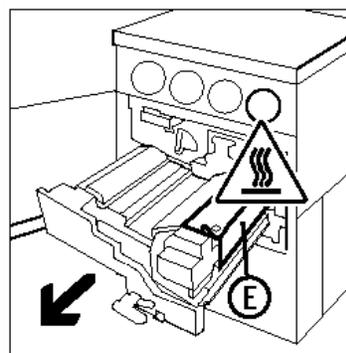

Figura 42: Retirar o Módulo de Percurso do Papel
- 3 Puxe o Módulo de Percurso do Papel para fora do copiador/impressora até ficar totalmente aberto, tal como ilustrado na Figura 42.